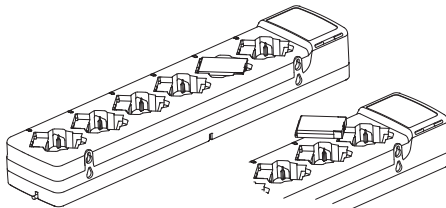

Figure 2: Aufladen des Akkus ohne Funkgerät
4. Legen Sie zum Laden des Akkus ohne Funkgerät den Akku in das Fach des Ladegeräts, indem Sie die folgenden Schritte befolgen (siehe Abbildung 2):